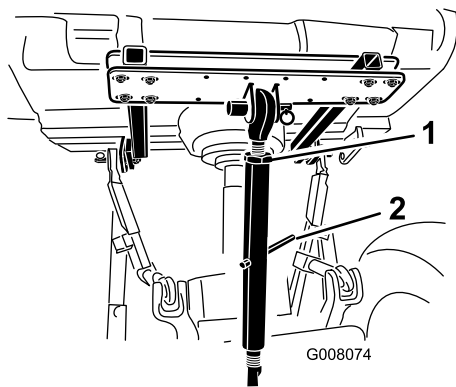

図 9
7. 調整リンクを回してリンクを締める (図 9)。締めすぎるとエアレータの後部が浮き上がってしまうので注意する。
8. ロック・ナットを締めて上リンクの調整を固定する (図 9)。